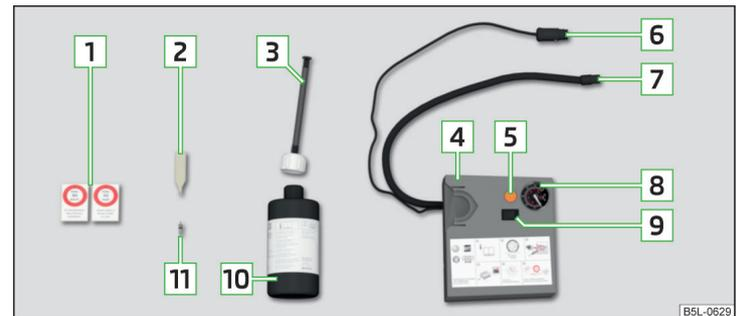

Abb. 309 Pannensetbeschreibung
- > Den Ventileinsatzdreher  » **Abb. 309 auf Seite 281** auf den Ventileinsatz stecken, sodass der Ventileinsatz in den Schlitz des Ventileinsatzdrehers passt.
- > Den Reifenfüllschlauch  » **Abb. 309 auf Seite 281** fest auf das Reifenventil schrauben.